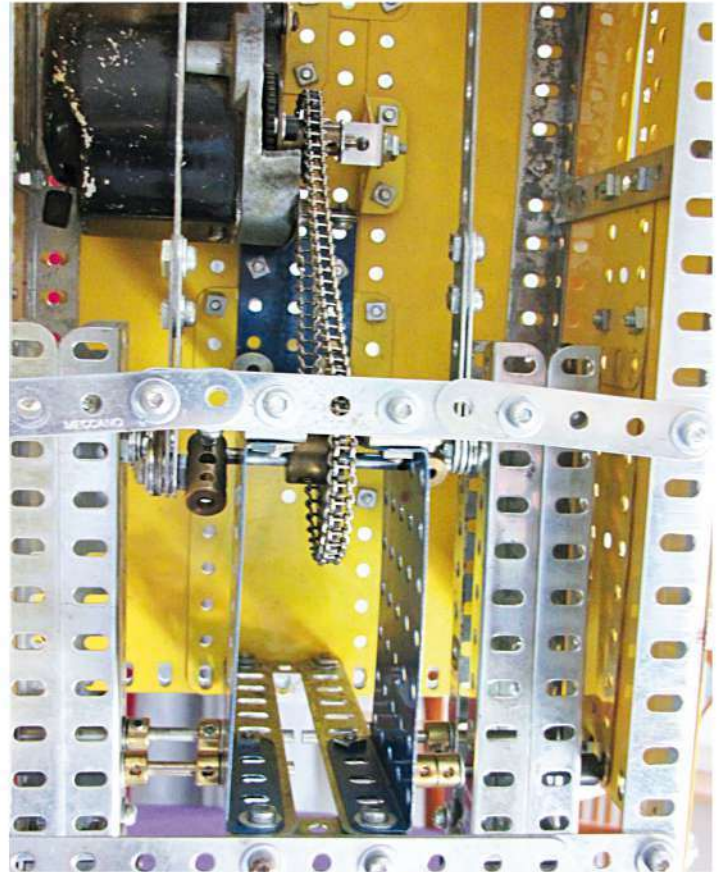

Fig. 5 Moteur
Prévoir un moteur endurant et à couple important – j'utilise un moteur d'essuie-glace dont j'ai conservé la démultiplication et y ai adapté une roue de chaîne (96) - visible sur la figure 5. Les plateaux centraux (109) de la notice ont été remplacés par des raccords de tringle (63 ou 63d) ainsi le rayon de la « manivelle » est réduit à $\frac{1}{2}$ trou, les manivelles sont diamétralement opposées. L'avancement se fait à « petit pas » et malgré les nombreuses petites expos auxquelles il a participé à la grande joie des enfants - et des plus grands - aucune chute n'est à déplorer.